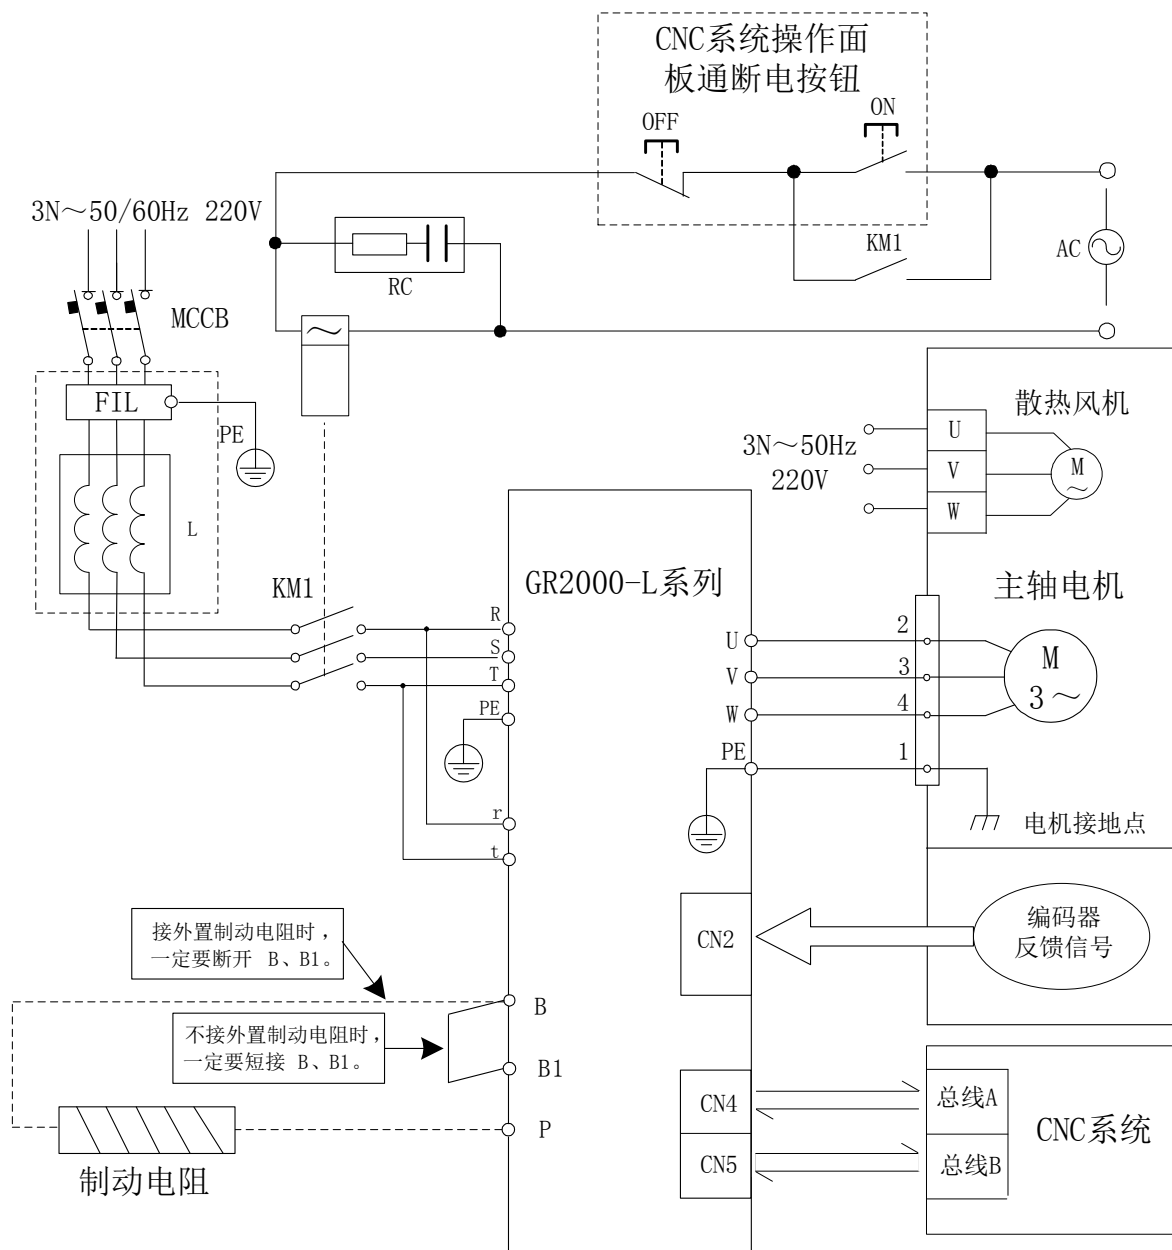

图 3-8 GR2000-L 系列产品配套交流异步主轴伺服电动机主回路接线图
- 如果用户参照图 3-8 接线, 务必按照<附录 B>的描述, 选择合适的断路器 MCCB。